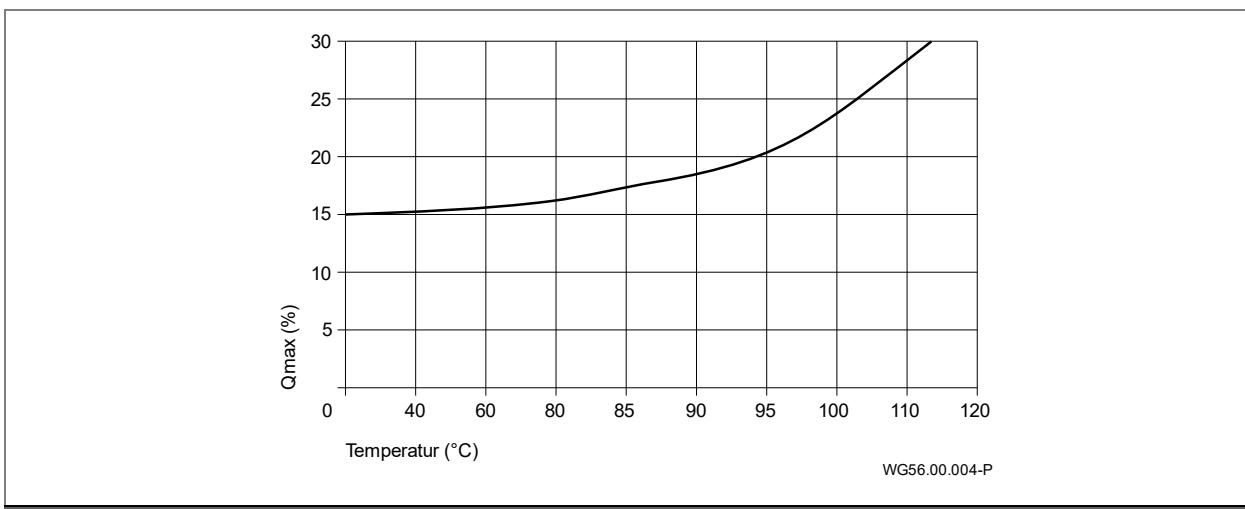

Abb. 1
- Mindestförderstrom muss eingehalten werden. Der Mindestförderstrom entspricht einem von der Mediumtemperatur abhängigen Prozentsatz des maximalen Förderstrom Q_{\max} . Siehe "Abb. 1" auf Seite 10